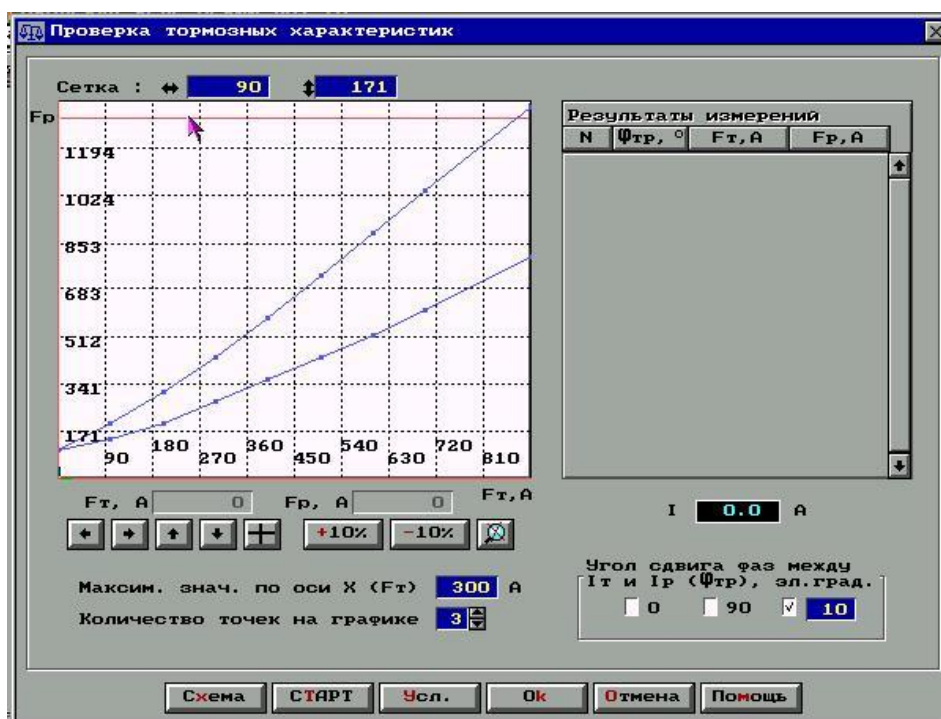

Рис. 12.14. Окно *Проверка тормозных характеристик*
**10. Проверка тормозных характеристик.** В панели управления нажмите кнопку Проверка тормозных характеристик. Программа выведет на экран рабочее окно (рис. 12.14).